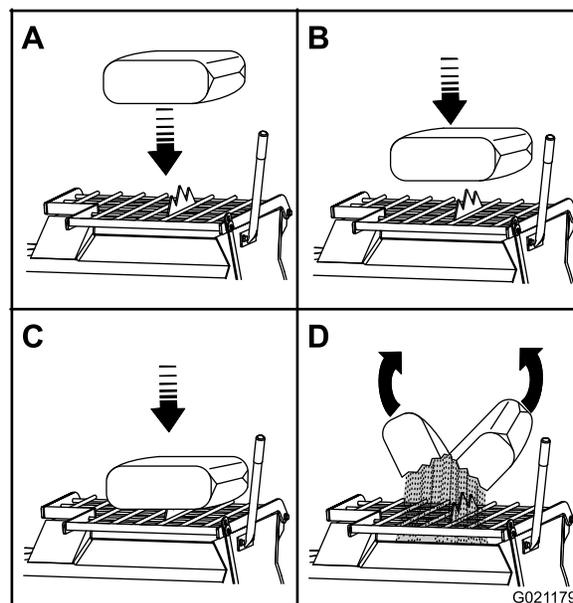

Figura 38
**Nota:** Puede abrir sacos de cemento, yeso y aglutinantes bajando el saco sobre el rompесacos (Figura 38).